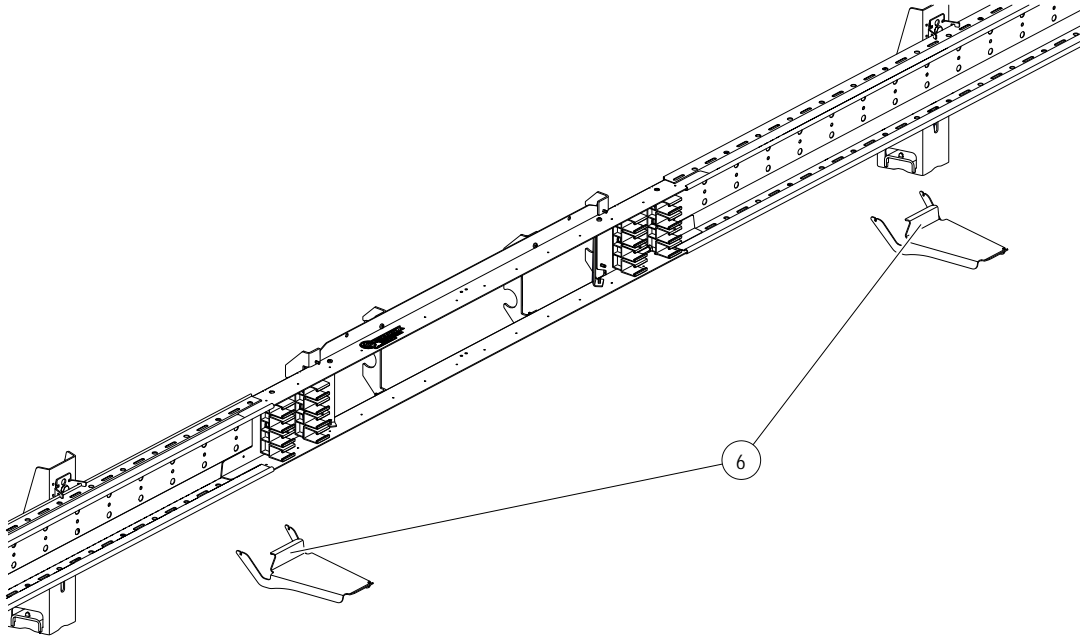

Abb. 46: Hilfskonsole (6) in das ProShell-Tragprofil einhängen
1. Die Hilfskonsolen (6) in die ProShell-Tragprofilsschienen einhängen (siehe Abb. 46).